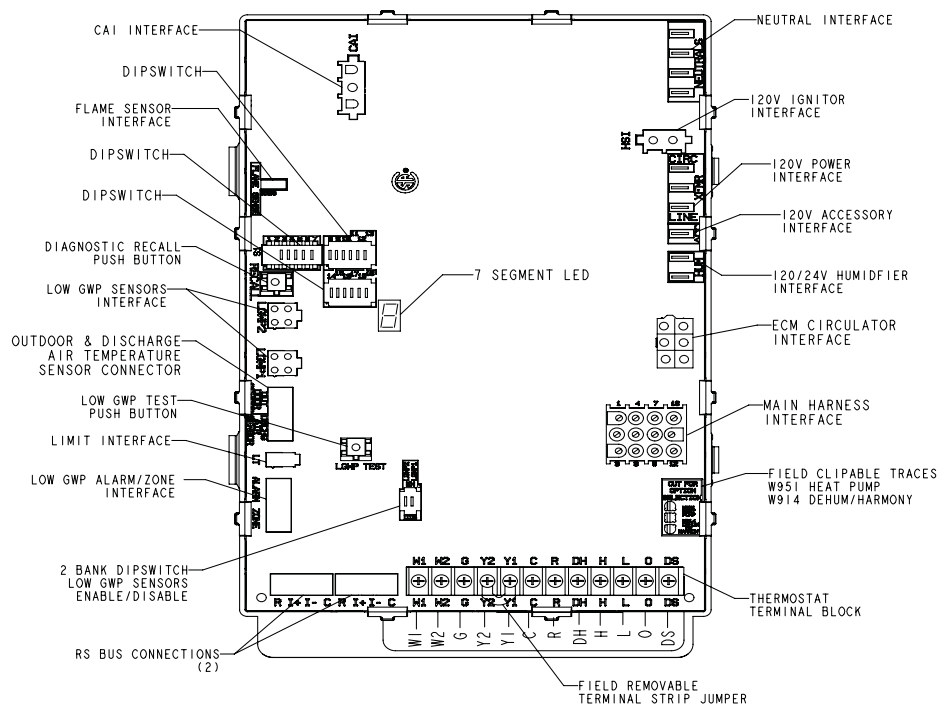

Figure 4. Commande intégrée
Les appareils sont équipés d'une commande intégrée à capacité variable. La commande peut fonctionner avec un thermostat conventionnel non communicant à un ou deux stades. Le système se compose d'une commande d'allumage et de soufflante (Figures 4 et 5) avec désignation des broches de commande (Tableau 1 à Tableau 2) et d'un allumeur. La commande et l'allumeur fonctionnent en combinaison pour assurer l'allumage du générateur d'air chaud et la durabilité de l'allumeur. La commande permet l'allumage du gaz, les vérifications de sécurité et le contrôle de la soufflante intérieure pour le chauffage au gaz à deux niveaux de capacité. L'injecteur d'air de combustion, le robinet de gaz et la soufflante intérieure sont commandés en réponse à diverses entrées du système, telles que les signaux du thermostat, du pressostat, du limiteur et du capteur de flamme. La commande est dotée d'un afficheur à sept segments indiquant l'état du générateur d'air chaud (y compris la soufflante intérieure) et les codes d'erreur. Le voyant clignote des chiffres simples. Par exemple, sous « Code » dans le **Tableau 13**, un « E » suivi de « 2 », « 5 » et « 0 » indique que le circuit du limiteur est ouvert. La commande est dotée d'un humidificateur 120 V et d'une borne d'accessoire 120 V, chacun d'une intensité nominale d'un (1) ampère.
La commande peut être configurée pour fonctionner selon trois modes : à niveau de capacité variable, à deux niveaux ou à trois niveaux temporisés. Les modes à capacité variable et à deux niveaux ne fonctionnent qu'avec un thermostat à deux niveaux. La sélection du thermostat s'effectue à l'aide des commutateurs DIP un et/ou deux (Figure 4) et ces derniers doivent être positionnés pour l'application particulière.